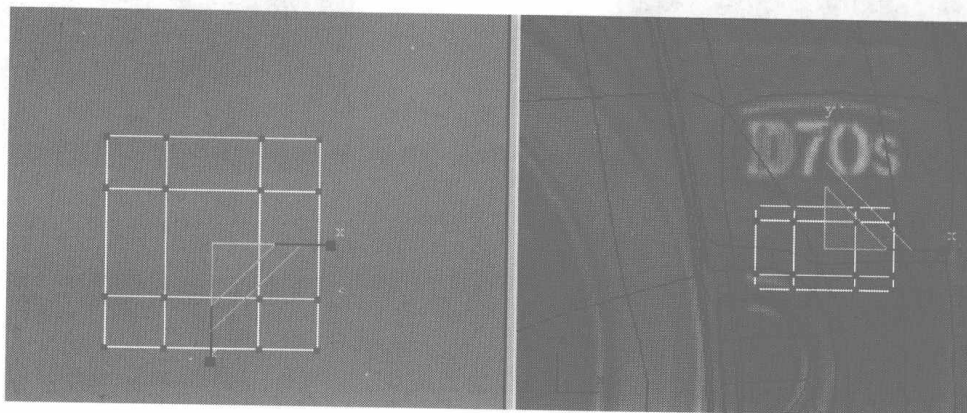
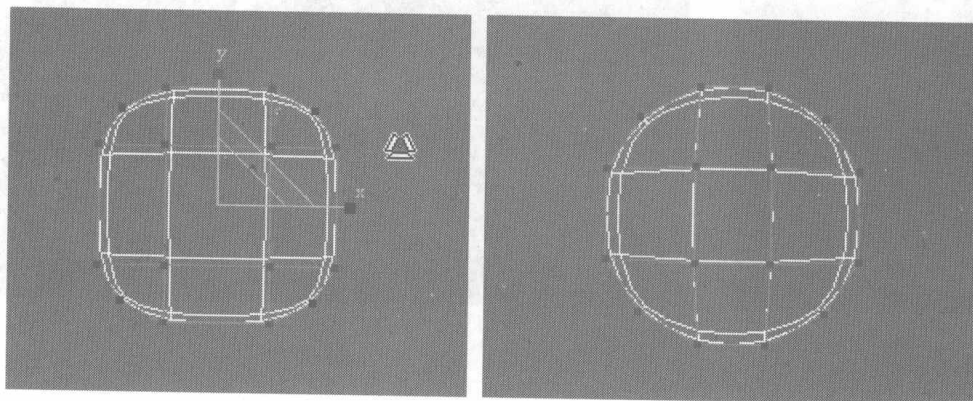

图 6.303
图 6.304
- 02 切换为节点编辑，在 Top 与 Front 视图中调整 Box 物体上的节点，如图 6.303 所示，然后打开细分命令，在 Top 视图中用缩放工具缩放，调整如图 6.304 所示的节点。